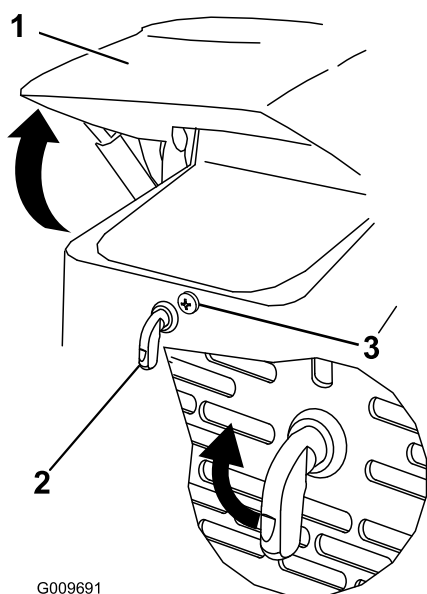

Figure 27
1. Desserrez la vis de verrouillage du capot (Figure 27)
2. Tournez le verrou du capot dans le sens horaire (Figure 27).
3. Soulevez le capot (Figure 27).
3. Serrez la vis de verrouillage du capot pour fixer le verrou (Figure 27).